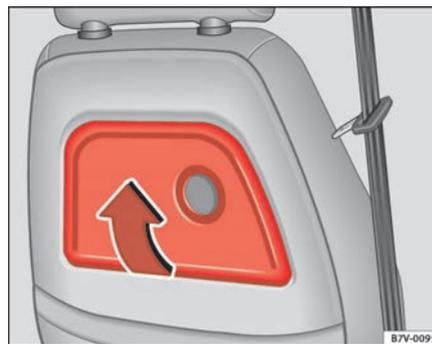

Fig. 106 Mesita plegable en el asiento delantero derecho
- Levante la mesita hacia arriba en la dirección de la flecha ⇒ **fig. 106** hasta que encastre.
- Presione la mesita hacia abajo en la dirección contraria a la flecha ⇒ **fig. 106** hasta que encastre.